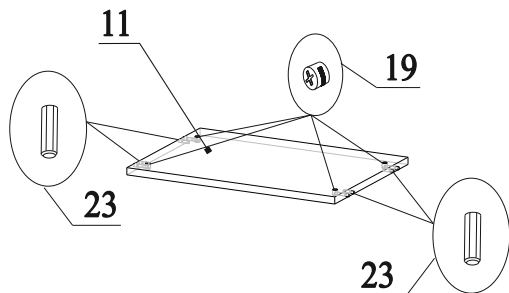

Рис.9
17. В торцы деталей 11 вставить шканты 23 (рис.9);
18. В отверстия на деталях 11 вставить эксцентрики 19 стрелками к торцевым отверстиям (рис.9);